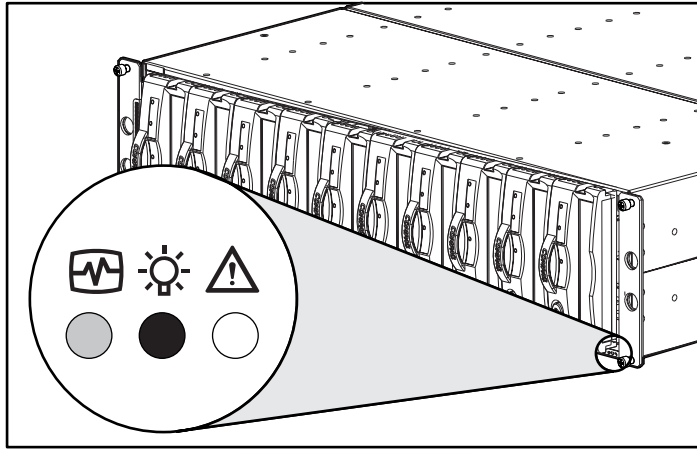

Figura 4-3. LED di stato anteriori
L'unità EMU controlla i tre LED di stato del cabinet (vedere la Figura 4-3), che visualizzano lo stato dell'unità EMU e del cabinet, nonché l'alimentazione e i guasti del cabinet.
- Con un funzionamento normale, il LED lampeggia circa una volta al secondo. Questo tipo di lampeggiamento è chiamato "impulso". Il display dei LED dell'unità EMU e del cabinet posti nella parte anteriore del cabinet (vedere la Figura 4-3) sono identici.